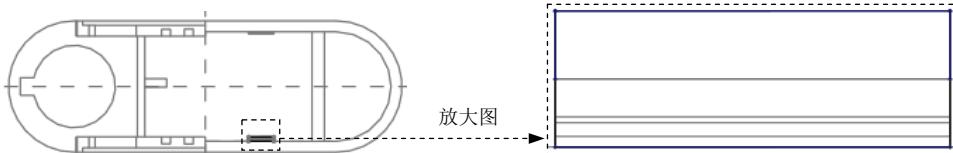

图 19.33 截面草图
(3) 进入草绘环境后, 选取 MOLD_RIGHT 基准平面和 MOLD_FRONT 基准平面为草绘参考, 利用“使用边”命令绘制图 19.33 所示的截面草图。完成特征截面的绘制后, 单击“草绘”操控板中的“确定”按钮 .